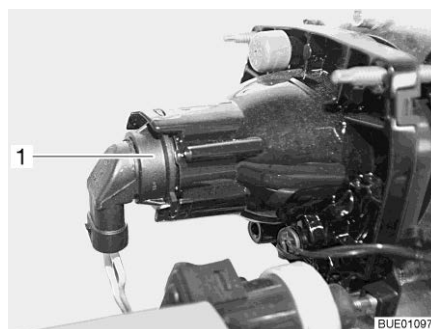

Bild 218 Halvljus/helljus/parkeringsljus
- Greppa tag bakom lamphållaren (Bild 218,1).